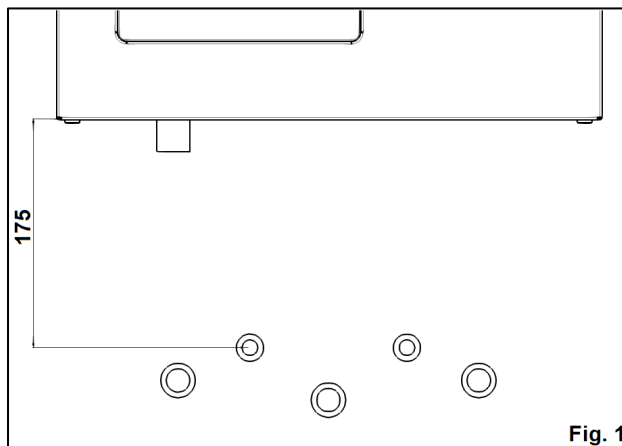

Fig. 1
1. Se verifica daca centrala este pozitionata la distanta 175mm fata de axa racordului situat cel mai sus. (Fig. 1)